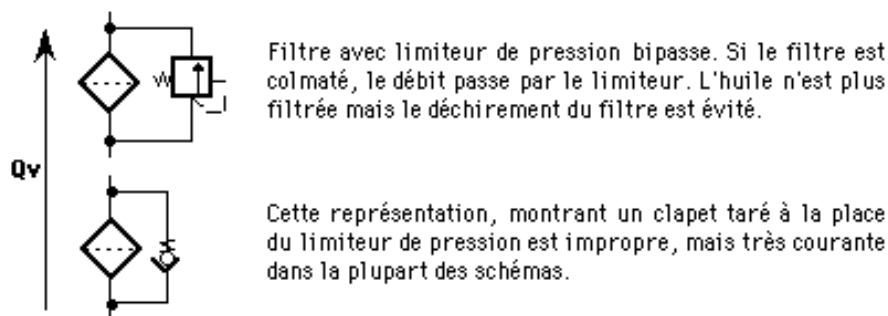

Fig 2
- Les limiteurs de pression bypasses, fig2 : dès que la perte de charge provoquée par le colmatage devient inacceptable, le débit d'huile passe à côté du filtre. Ce dispositif protège également le filtre lors des démarrages à froid, lorsque la viscosité de l'huile est trop importante.